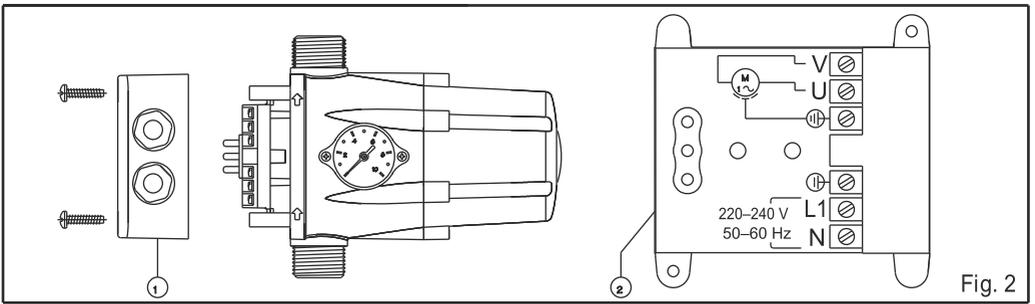

Fig. 2
BRANCHEMENT ÉLECTRIQUE (fig. 2)
- d) Raccordement électrique erroné: Vérifier les raccordements selon fig. 2
- b) Pompe bloquée: Témoin lumineux (FAILURE) allumé. Le système de sécurité a fonctionné. Quand l'on agit sur le poussoir manuel de mise en service (RESET) le témoin lumineux (ON) s'allume mais la pompe ne démarre pas. Contacter avec le service technique.
ELEKTRISCHER ANSCHLUß (Bild 2)